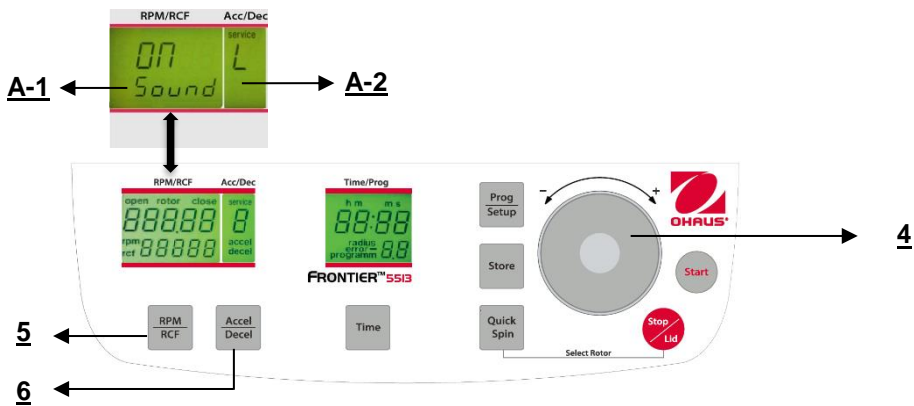

Figure. 30
Poursuivre conformément à la description du paragraphe 4.1.2 pour entrer dans ce mode de programme et appuyer ensuite sur la touche "**Accel/Decel**" (6). Sur l'affichage "**Acc/Dec**" (A-2), le mot "**Service**" clignote. Sélectionner maintenant la lettre "**L**" avec le cadran de réglage (4). Ceci entraîne l'apparition des mots "**On Sound**" sur l'affichage "**RPM/RCF**" (4). En appuyant maintenant sur la touche "**RPM/RCF**" (4), le mot "**On**" clignote et il devient possible de couper le son avec le cadran de réglage (4) (voir la figure 30).